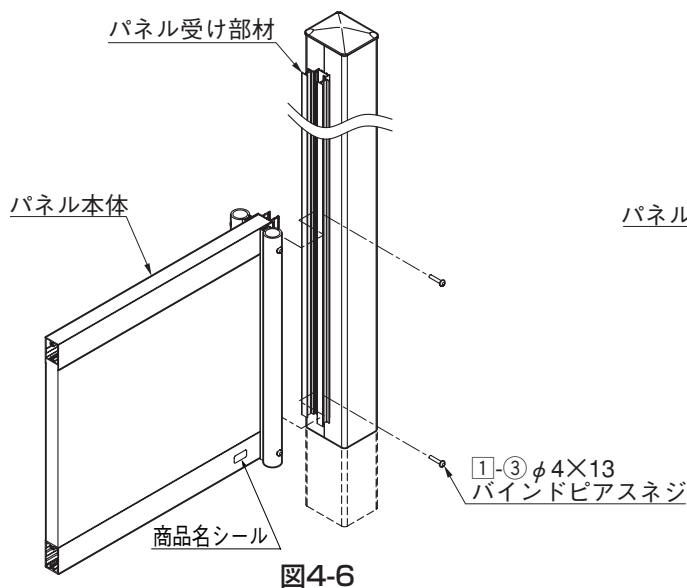
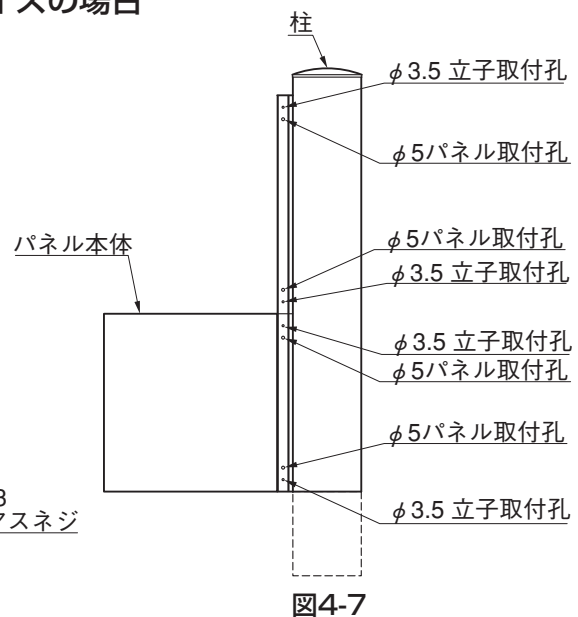

図4-6
図4-7
①パネル本体をパネル受け部材に差込んで、パネル取付孔に①-③で固定してください。(図4-6,図4-7参照)